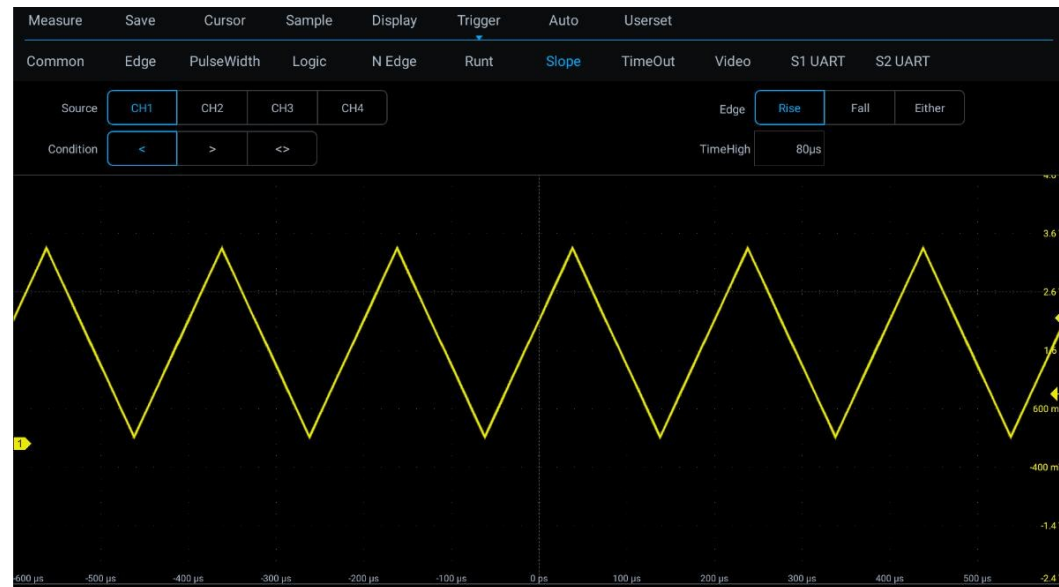

Abbildung 6-27 Menü „Einstellung des Steilheits-
- 1) Tippen Sie im Hauptmenü auf „Trigger“, um das Trigger-Menü zu öffnen, wählen Sie unter „Trigger-Typ“ den Flankentrigger aus und stellen Sie den Flankentrigger wie in Abbildung 6-27 gezeigt wie folgt ein: